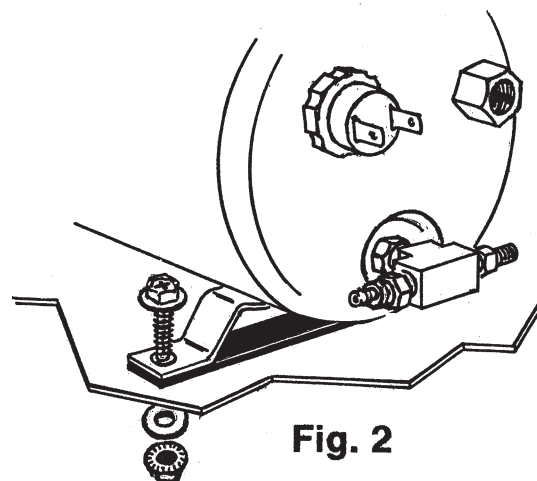

Fig. 2
4. Usando los soportes de montaje como patrón. Marque la ubicación de los agujeros y taladre a 5,84 mm (15/64") de tamaño. Asegure el tanque con los artículos de ferretería proveídos, use la junta de goma para prevenir ruido de vibración. (Fig.2.)